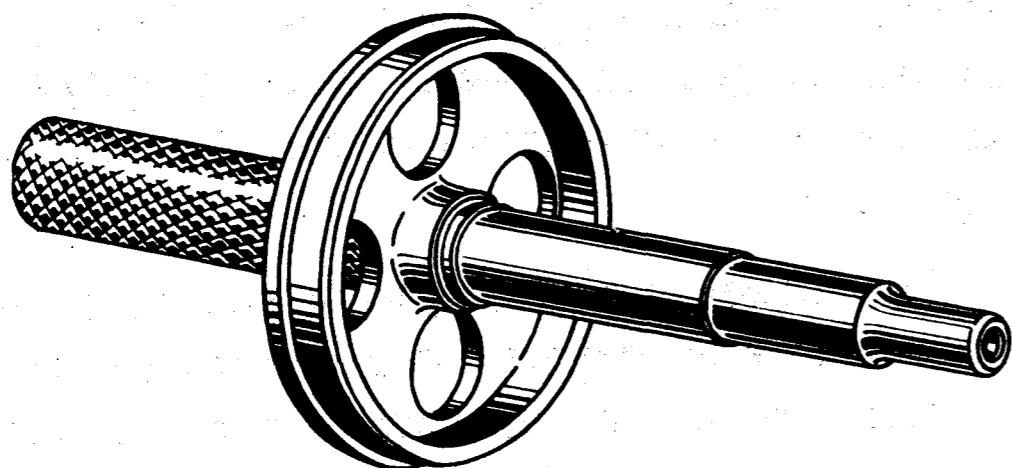

Рис. 97. Оправка 7820-5046 для установки ведомого диска
- при установке необходимо сцентрировать ведомый диск по отношению к оси коленчатого вала. Для этого в шлицевое отверстие ведомого диска вставить специальную оправку 7820-5046 (рис. 97) таким образом, чтобы ее конец вошел в шарикоподшип-